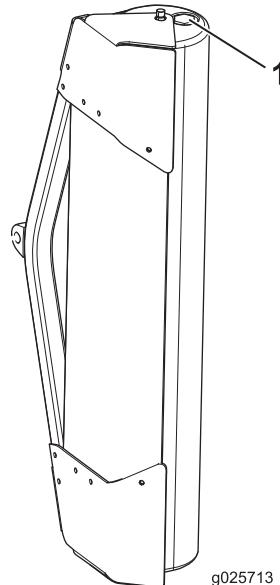

Figura 3
- Usando un destornillador plano, retire el tapón del rodillo del accesorio de rayado, llénelo con 9 kg (20 libras) aproximadamente de arena, y vuelva a colocar el tapón (Figura 3).